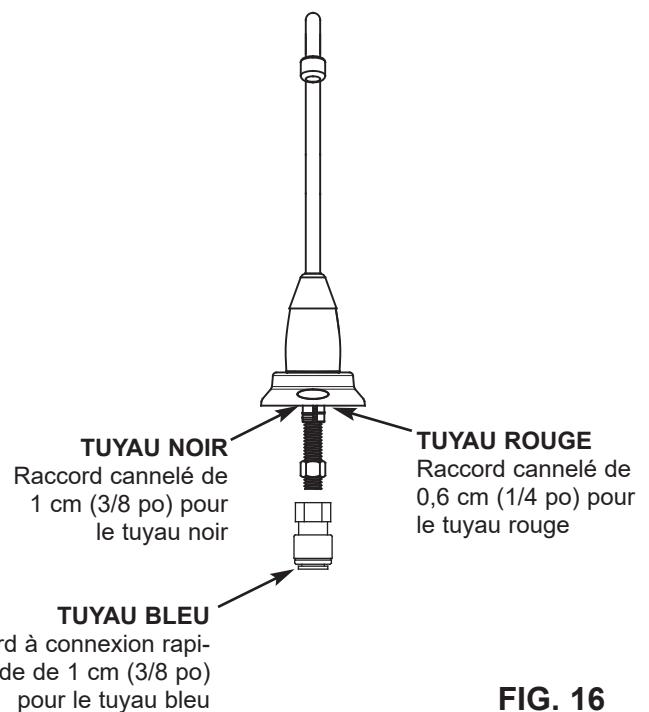

FIG. 16
3. Repérez le tuyau noir de 3/8 po (1 cm), puis enfoncez l'une de ses extrémités dans le raccord cannelé de 3/8 po (1 cm) du robinet; voir la Fig. 16.
5. Repérez le tuyau rouge de 1/4 po (0,6 cm) raccordé à le système d'osmose inversée. Enlevez le bouchon d'expédition sur l'extrémité libre du tuyau rouge. Faites passer le tuyau rouge par le bas dans le trou de montage du robinet. Coupez le tuyau à angle droit à la longueur nécessaire. Voir la figure 18. Enfoncez l'extrémité du tuyau dans le raccord cannelé de 1/4 po (0,6 cm). Voir la figure 16.
9. Repérez le tuyau bleu de 3/8 po (1 cm), puis enfoncez l'une de ses extrémités dans le raccord rapide. Voir la figure 16.